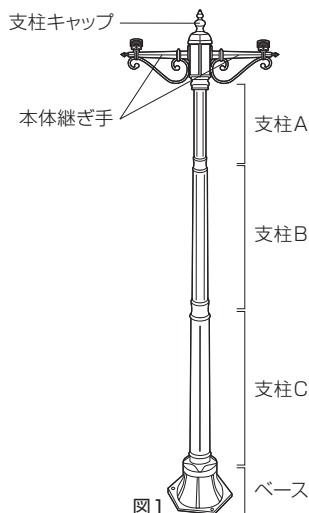

図1
①P.6～8の組立方法①～⑩を参照して、ベース・支柱(A・B・C)・支柱キャップ・本体継ぎ手までをしっかりと組み立ててください。(図1)
②①で組み立てたものを設置場所に仮置きしてください。設置時の本体継ぎ手の向きを確認後、地面に3ヶ所、アンカーの下穴位置の印をつけます。
③下穴位置が決まったら本製品が破損しないようにいったん移動させ、その後、支柱固定ネジを外しベースを支柱から取り外してください。